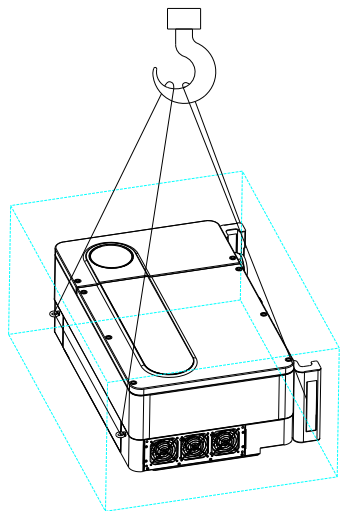

图 5.7
- 1> 如下图5.7所示，用麻绳扣住吊环和把手位置，将逆变器从包装内抬起，搬到指定安装位置。